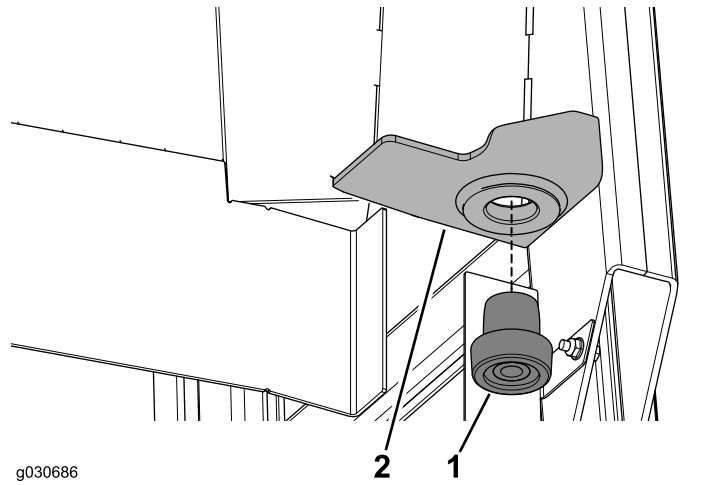

Bild 12
- Drücken Sie einen Gummi-Isolator in das Loch der rechten Befestigung hinten am Kabinenrahmen (Bild 12).